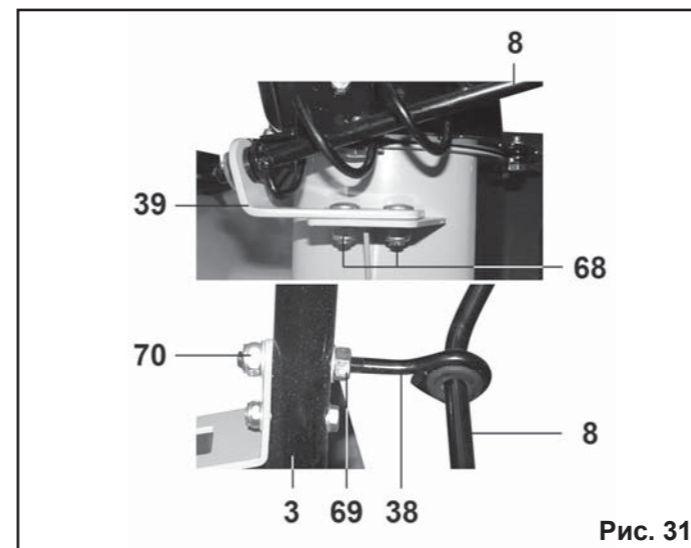

Рис. 31
9.8. Регулировка положения рычага поворота желоба (Рис.31).